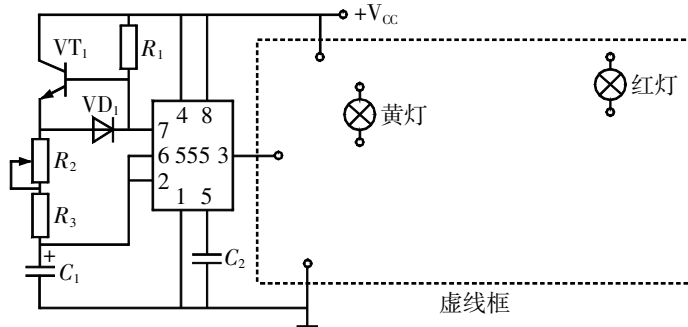

图 3
(4)为了驱动更大功率的灯,小明准备设计三极管控制红色、黄色灯泡交替发光的电路,请帮助小明完成电路设计,要求三极管采用共发射极接法,提供的元件有:3 个 NPN 型三极管、4 个电阻,请在图 3 虚线框中将电路补充完整。